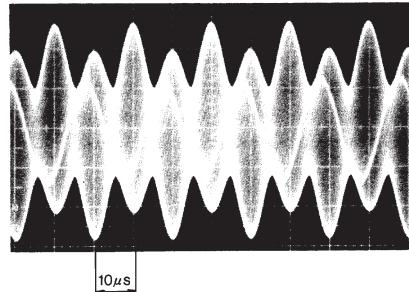
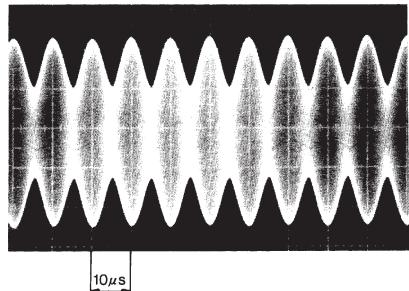

Abb. 6
Abb. 7
- ① PBereiten Sie das Oszilloskop vor, indem Sie den eingangsgekoppelten Schalter auf AC, die horizontale Ablenkung auf $10 \mu\text{s}/\text{div}$ und die vertikale Achse auf $0,5 \text{ V}/\text{div}$ einstellen und CH1 mit dem PM-Kontakt verbinden. Dabei ist die Triggerquelle an INT CH1 abzunehmen.
- ② Eine Sinuswelle erscheint bei CH1. Die Phase dieser Sinuswelle verschiebt sich in öbereinstimmung mit der Skalenbewegung, so daß die Welligkeit der Hüllkurve beobachtet werden kann. Stellen Sie die Sinuswellenamplitude durch Drehen des Reglers RV2 zunächst auf ca. 2 Vp-p ein. (Dies wird Verstärkungseinstellung genannt.)
- ③ Wird der Regler RV1 ganz nach rechts (im Uhrzeigersinn) gedreht und die Skala bewegt, erscheint die in Abb. 6 gezeigte Wellenform. Stellen Sie nun den Regler RV4 so ein, daß die benachbarten Spitzen die gleiche Höhe haben, wie in Abb. 7 gezeigt. (Dies wird Gleichstrom-Ausgleich genannt.)
- ④ Wird der Regler RV1 ganz nach links (entgegen dem Uhrzeigersinn) gedreht und die Skala bewegt, erscheint die in Abb. 6 gezeigte Wellenform, wie im obigen Schritt ③. Stellen Sie nun den Regler RV5 so ein, daß die benachbarten Spitzen die gleiche Höhe haben, wie in Abb. 7 gezeigt.